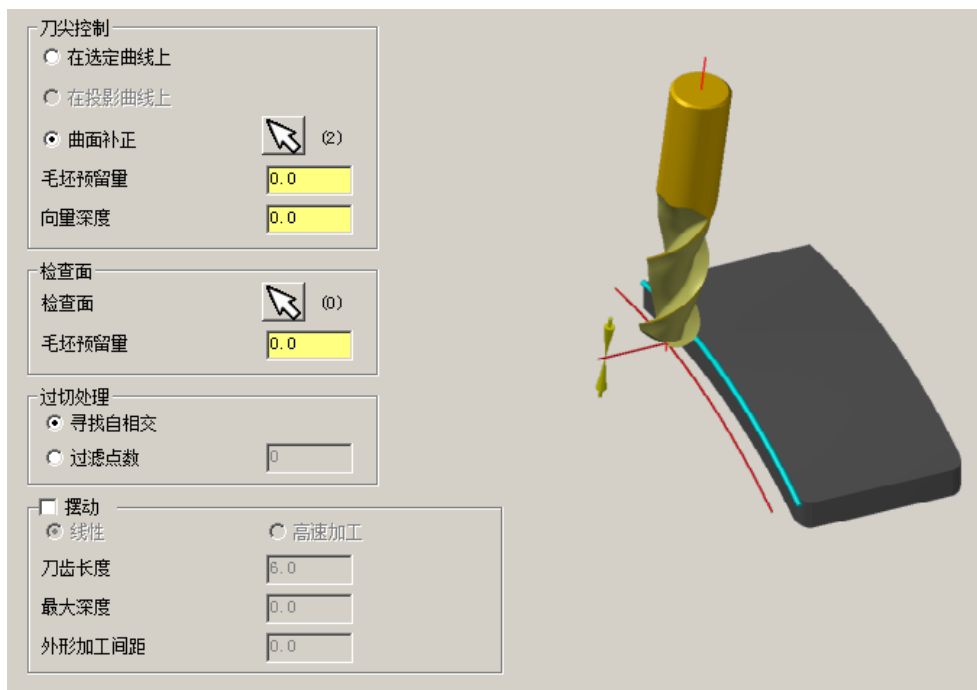

图 7.2.9 “碰撞控制”参数设置界面
Step4. 设置碰撞控制参数。在“多轴刀路-曲线五轴”对话框的左侧列表中单击 **碰撞控制** 节点, 切换到碰撞控制参数设置界面, 如图 7.2.9 所示。在 **刀尖控制** 区域中选中 ☒ **曲面补正** 单选项, 单击  按钮, 在系统弹出的“刀路/曲面选择”对话框中单击  按钮, 选取图 7.2.10 所示的曲面, 完成碰撞控制的设置。